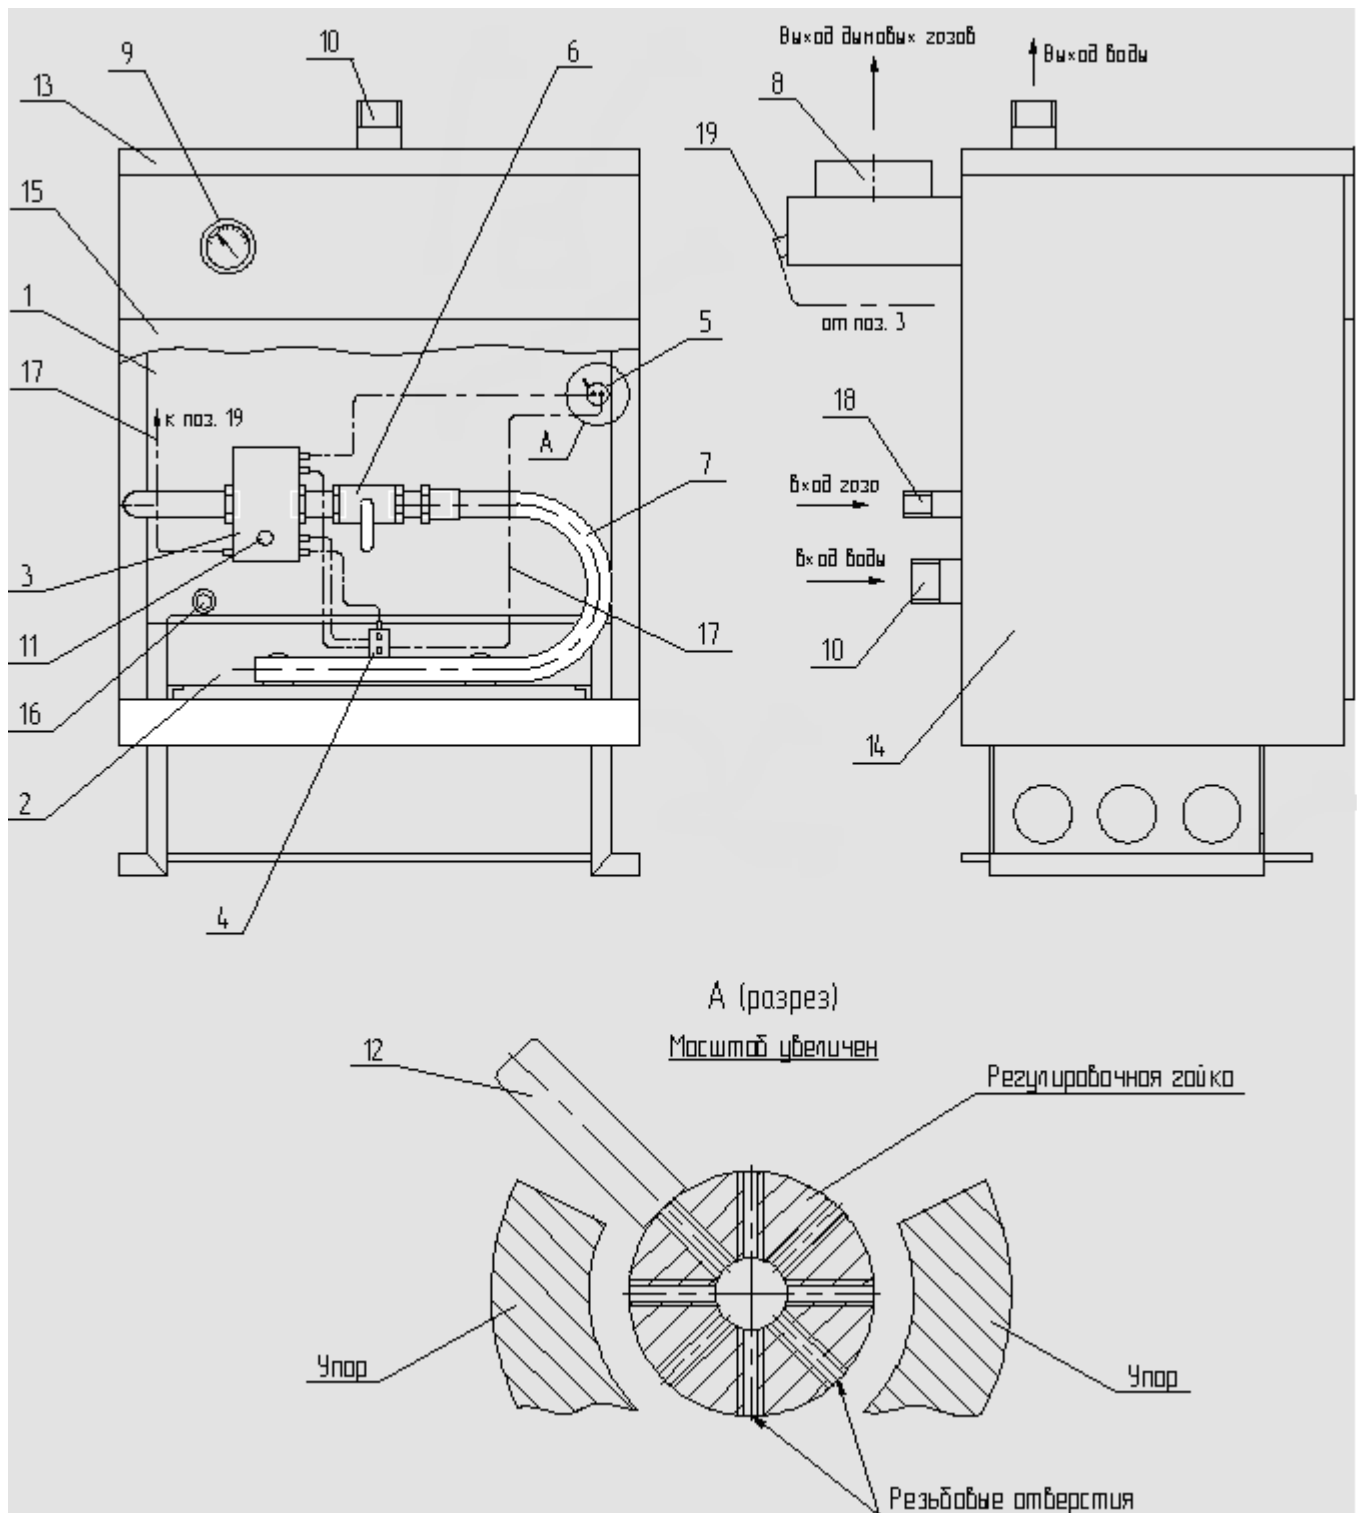

Рисунок 1
3.1. Устройство котла представлено на Рис.1. Габаритные и присоединительные размеры даны на Рис.2
Съёмная панель (15, рис.1) обеспечивает доступ к блоку регулирования РГУ2-М1 (3), на котором расположена пусковая кнопка (11).
- закройте газовый кран (6, рис.1) перед горелкой;
- поверните ручку (12) регулирования датчика температуры (5) против часовой стрелки до упора (это положение задаёт максимальную температуру воды на выходе из котла)
3.2.2. Откройте кран на опуске газопровода к котлу, поднесите зажжённую спичку к запальнику (4) и нажмите на пусковую кнопку (11). После воспламенения запальника удерживайте пусковую кнопку в течение 60 сек., до тех пор, пока при её отпуске запальник не будет продолжать гореть.
3.2.4. После прогрева котла до  $50\div 60^{\circ}\text{C}$  (контроль по термометру (9)) отрегулируйте с помощью ручки (12) необходимую температуру. Если ручка (12) при регулировании дошла до упора, а требуемая температура не достигается, то выверните ручку (12) из регулировочной гайки датчика (5) и вверните её в соседнее отверстие гайки (разрез гайки приведён на рис.1, выноска А).